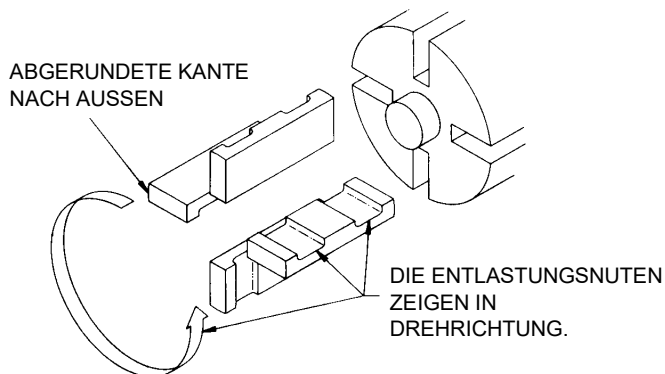

Abbildung 5 – Schaufelwechsel
3. Drehen Sie die Welle von Hand, bis eine Flügel (14) die obere (12-Uhr-) Position des Rotors erreicht. Entfernen Sie die Flügel.
4. Installieren Sie eine neue Schaufel (14), stellen Sie sicher, dass die abgerundete Kante nach oben ist und die Entlastungsrillen in die Rotationsrichtung zeigen. Siehe Abbildung 5.
4. Vor dem Einbau der Rotor-Wellen-Baugruppe (13) muss die Drehrichtung der Pumpe wie folgt bestimmt werden: Wenn die Pumpe **rechts und im Uhrzeigersinn** gedreht werden soll, müssen der Einlassanschluss und das Entlastungsventil rechts liegen, wobei das Antriebsende der Welle zum Beobachter zeigt. Wenn die Pumpe **linkshändig mit gegen den Uhrzeigersinn gedreht** sein soll, müssen der Einlasskanal und das Entlastungsventil links sein, wobei das Antriebsende der Welle zum Beobachter zeigt.
5. Entfernen Sie die Schaufeln (14) und Stoßstangen (77) von der Rotor- und Wellenbaugruppe (13). Inspizieren Sie auf Abnutzung und Schäden und ersetzen Sie sie wie folgt:
- a. Setzen Sie die Schaufeln (14) in die unteren Rotorschlitze, wobei die Entlastungsrillen in Richtung der Pumpenrotation zeigen und die abgerundeten Kanten nach außen sind. Siehe Abbildung 5.